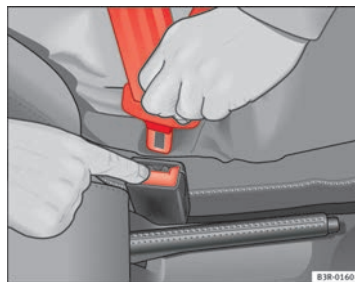

Fig. 15 Retirar la lengüeta del cierre del cinturón ►
- Pulse la tecla roja que hay en el cierre del cinturón ⇒ **fig. 15**. La lengüeta del cierre es expulsada hacia fuera ⇒ **△**.